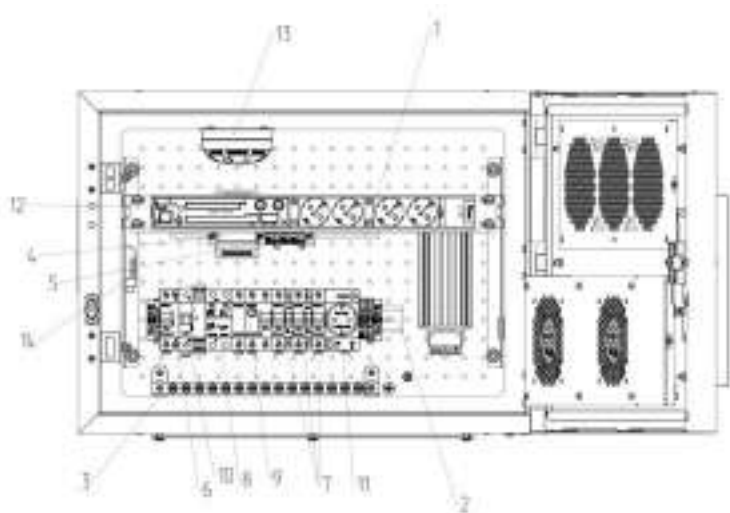

Рисунок 5. Общий вид шкафов серии ШТВ-Н, ШТВ-НН
На оцинкованной панели расположены две DIN-рейки с установленной аппаратурой (рис.5 поз.1 и 2) и шина заземления (поз. 3 рис. 5). На верхней DIN-рейке расположен терморегулятор (рис.5 поз. 4), гистростат и клеммная колодка (рис. 5 поз. 5).
- вводной автоматический выключатель QF1 (поз. 6 рис. 5) – индикатор напряжения HL1 (поз. 10 рис. 5)
- автоматические выключатели QF2, QF3, QF4 (поз. 7 рис. 5) – модульная розетка XS1 (поз. 11 рис. 5)
- ограничитель перенапряжения FV1 (поз. 8 рис. 5) – клеммник
- УЗО QA1 (поз. 9 рис. 5) – шина заземления XT/PE (поз.3 рис.5)
- контроллер А2 (поз.12, рис. 5) – извещатель пожарный дымовой ВК1 (поз.13, рис.5);
- модуль управления микроклиматом А1 (поз.4, рис. 5, только в шкафах с исп. Т1 вместо биметаллического термостата); – датчик влажности и температуры цифровой ВК2 (поз. 14, рис. 5);